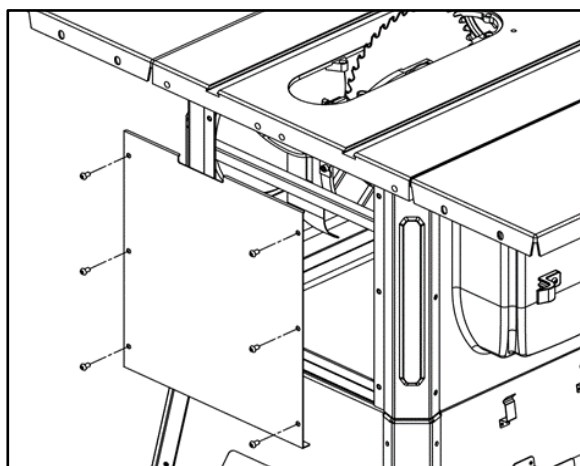
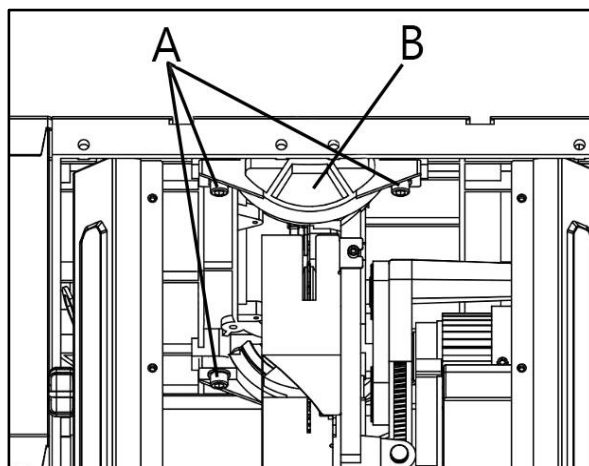

Рисунок 15
Рисунок 16
Если необходимо выполнить регулировку, выполните следующие действия. Ослабьте и открутите шесть винтов на задней панели (рис. 15). Ослабьте болты А на механизме регулировки наклона пильного диска В (рис. 16) и перемещайте ее до тех пор, пока пильный диск не будет параллелен пазам углового упора.
- Открутите шесть винтов на задней панели и снимите ее (рис. 15). Это поможет легче установить задние направляющие.